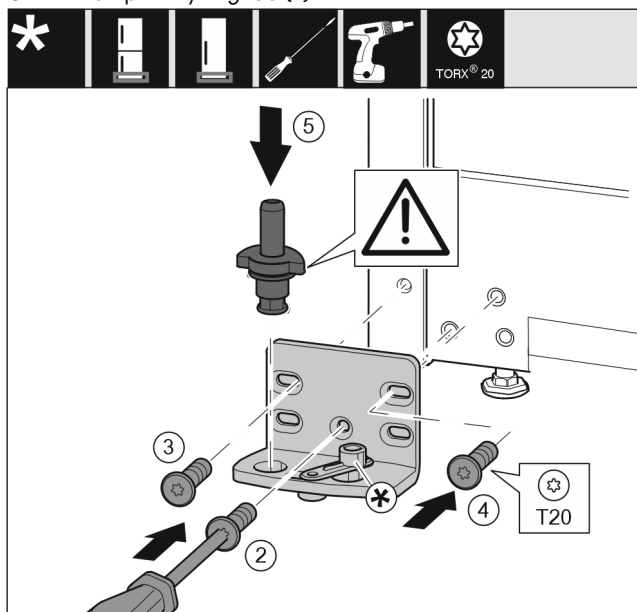

Fig. 36
- ▶ Установите опорный кронштейн с другой стороны и прикрутите с помощью отвертки T20. Начинайте с винта 2 снизу в центре. *Fig. 36 (2)*
- ▶ Затяните винты 3 и 4. *Fig. 36 (3,4)*
- ▶ Установите опорный палец в сборе. При этом следите за тем, чтобы выступ фиксатора был направлен назад. *Fig. 36 (5)*
- ▶ Установите опорный кронштейн с другой стороны и прикрутите с помощью отвертки T20. Начинайте с винта 2 снизу в центре. (2)
- ▶ Поверните соединительный элемент амортизатора закрывания дверей на 180°. Прикрутите с другой стороны опорного кронштейна при помощи отвертки T20. (5)
- ▶ Установите опорный палец в сборе. При этом следите за тем, чтобы выступ фиксатора был направлен назад. (6)